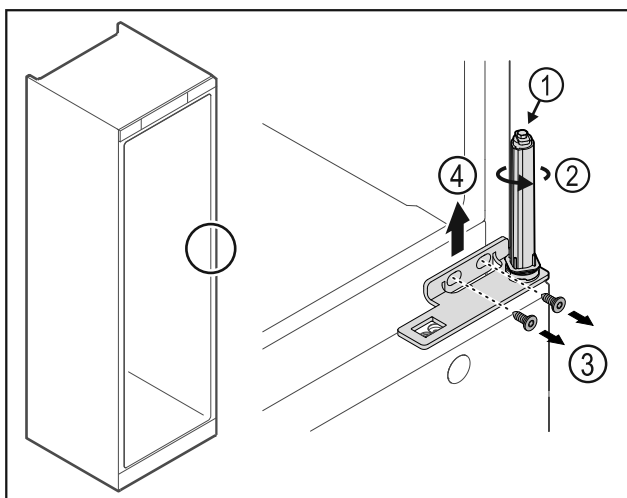

Fig. 26
- ▶ Systemu blokującego drzwi nie należy demontować Fig. 26 (1).
- ▶ System blokujący Fig. 26 (2) obrócić do momentu, aż kliknie.
- ▶ Poluzować śruby Fig. 26 (3), wyjąć zawias do góry Fig. 26 (4).